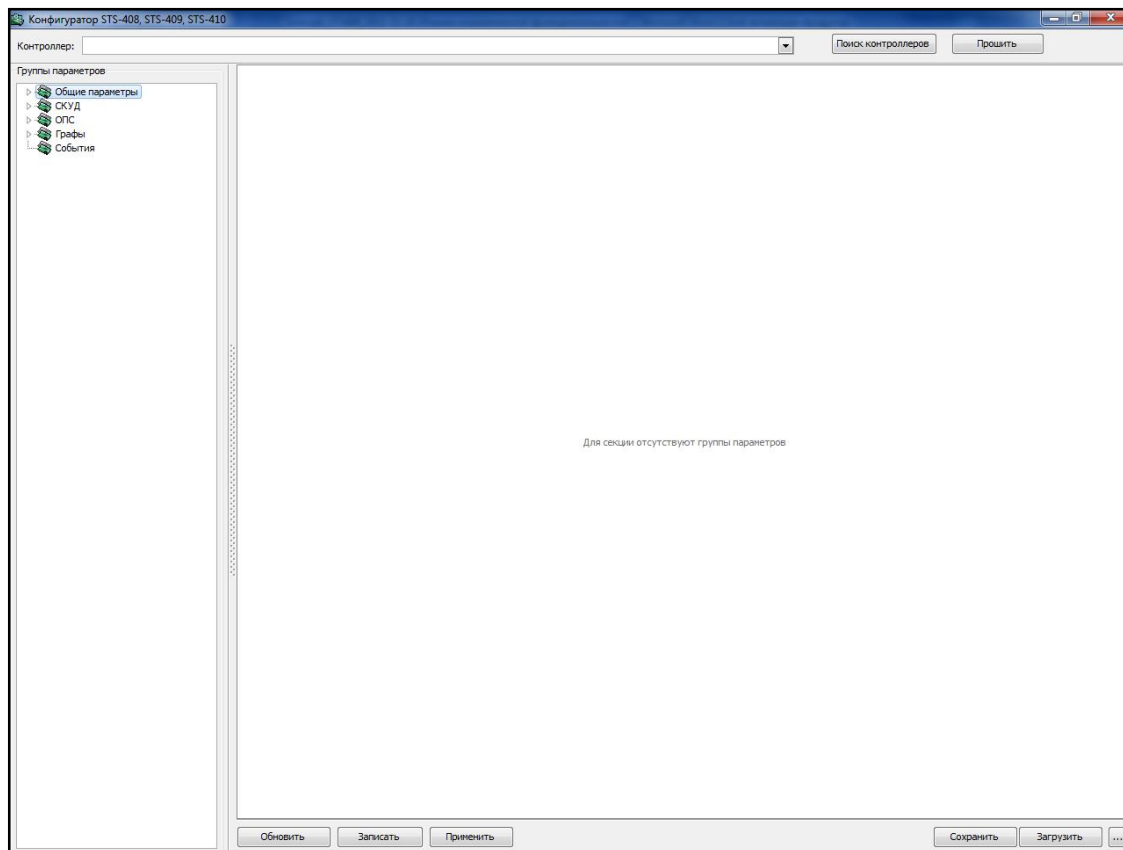

Рисунок 33
3) На ПК запустить конфигуратор STS-408, 409, 410 (Рисунок 33)